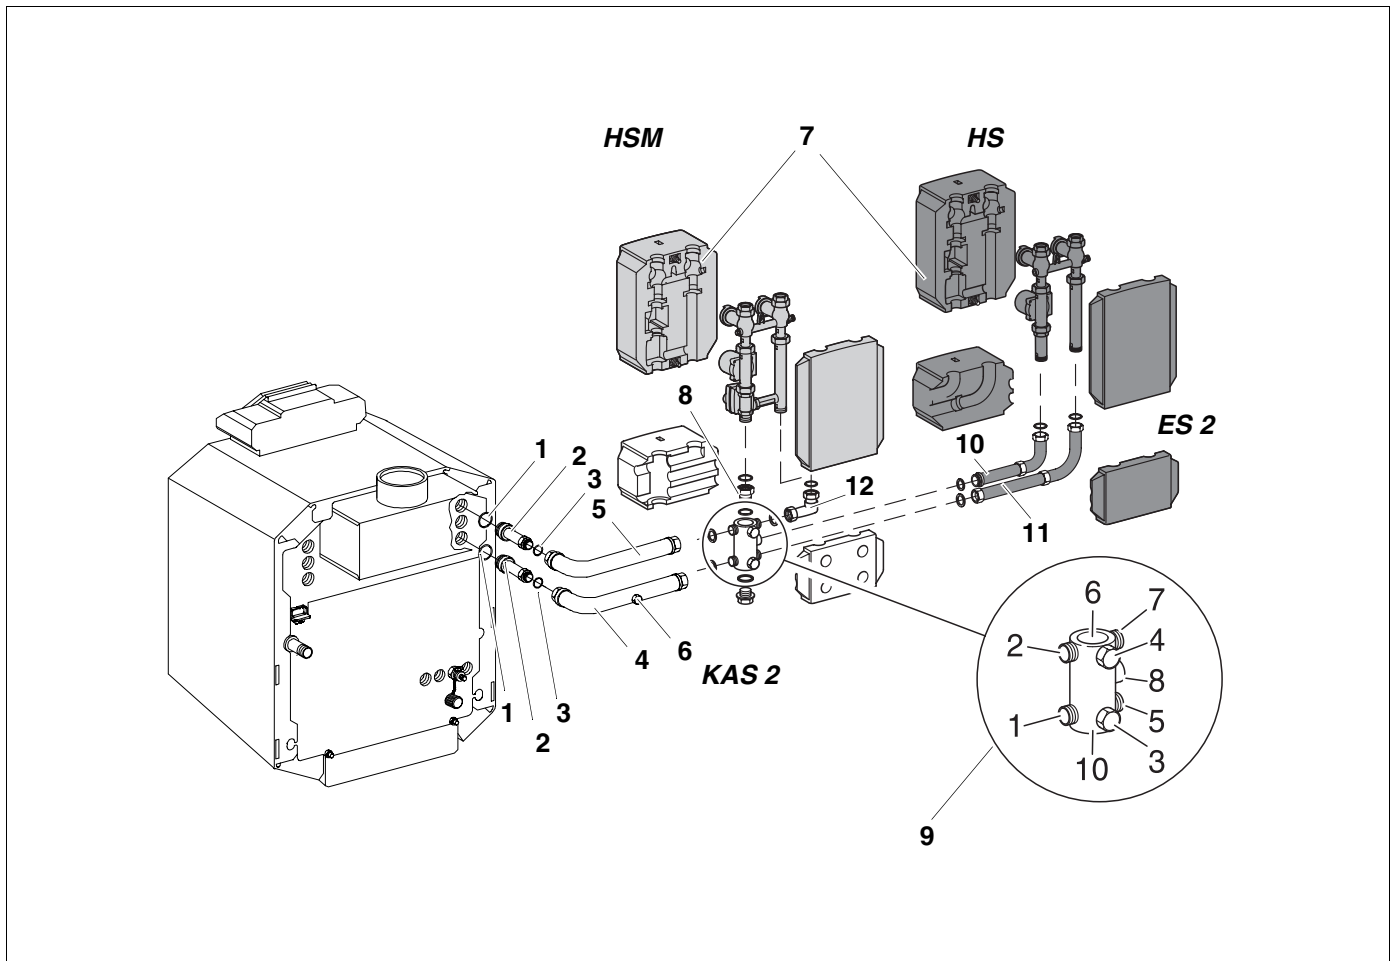

Abb. 7 Seitlich quer Linksanbau
Legende zu Abb. 7
- Dichtungen (3) in das Adapterstück (8) und in die Winkelverschraubung (12) einlegen.
- Heizkreis-Set mit (HSM) oder ohne Mischer (HS) entsprechend Abb. 7 aufschrauben.
- Doppelnippel (10) mit O-Ring in den Abgang Nr. 8 im Multifunktionsverteiler einschrauben.
- Rohrbogen mit Dichtung (3) (langer Schenkel) montieren Abb. 7.
- Dichtung (3) entsprechend Abb. 7 in die Verschraubung des Zwischenstückes (11) einlegen und das Zwischenstück auf den Abgang Nr. 5 des Multifunktionsverteilers aufschrauben.
- Rohrbogen mit Dichtung (3) (kurzer Schenkel) montieren (Abb. 7).
- Dichtungen (3) in die Verschraubungen der beiden Rohrbögen einlegen.